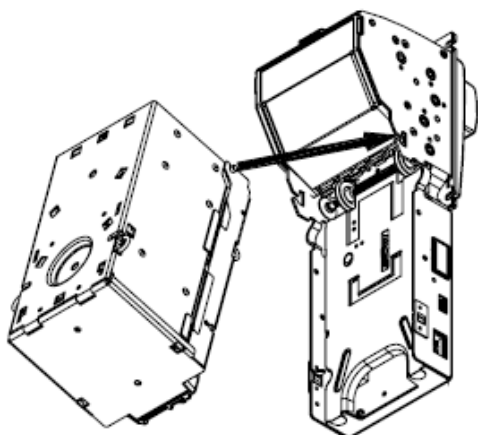
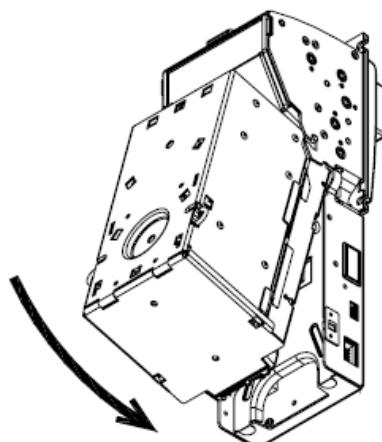

Рис. 11
Рис. 12
6. Закройте замок стекера и установите стекер на место. Для этого введите его двумя консольными концами оси в пазы на корпусе валидатора (см. рис. 11), поверните стекер в направлении, указанном стрелкой (см. рис. 12).